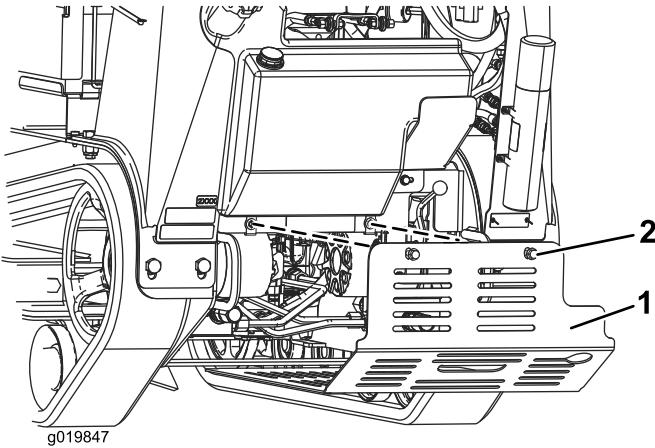

Bild 25
- Lösen Sie nacheinander die 2 Schrauben, mit denen das untere Schutzblech befestigt ist, bis Sie es abnehmen können (Bild 25).
- Schieben Sie das untere Schutzblech so in die Maschine, dass es auf allen vier Nasen aufliegt und befestigen es mit den zwei vorher gelösten Schrauben, um das Schutzblech vor dem Einsatz der Maschine zu montieren (Bild 25).